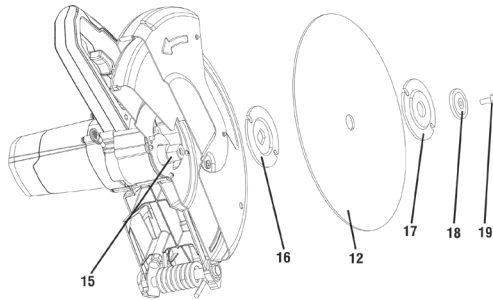

Fig. 3 – Instalação e extração do disco de corte
1. Levante a capa de proteção do disco (13);
2. Desaperte o parafuso (19) que fixa o disco girando no sentido anti-horário;
3. Remova o parafuso (19), a arruela (18) e as flanges (16 e 17) do eixo (15);
4. Instale cuidadosamente o disco de corte (12) no eixo (15) remontando pela sequência, como mostrado na Fig.3;
5. Abaixee a capa de proteção (13).